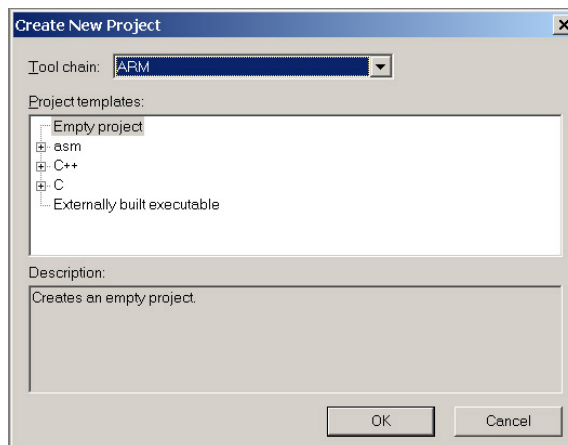

图 1. 生成新项目窗口
① 选择主菜单 Project > Create New Project，弹出生成新项目窗口，见图 1。